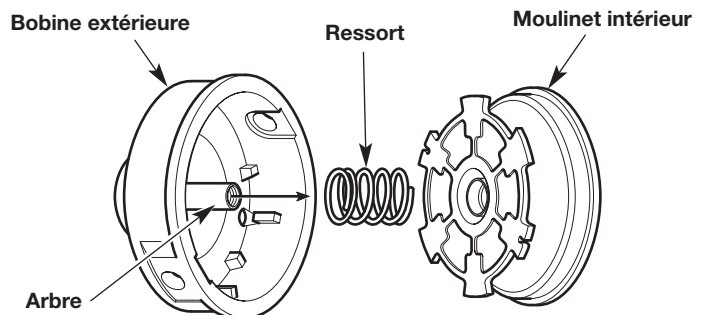

Fig. 27
3. Retirez le moulinet de la bobine extérieure (Fig. 27).
4. Retirez le ressort du moulinet (Fig. 27).